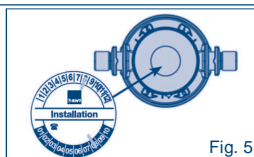

Fig. 5
- Notez sur la plaque de montage fournie la date (mois/année) de l'installation puis collez-la sur la tête de filtre (voir la fig. 5)